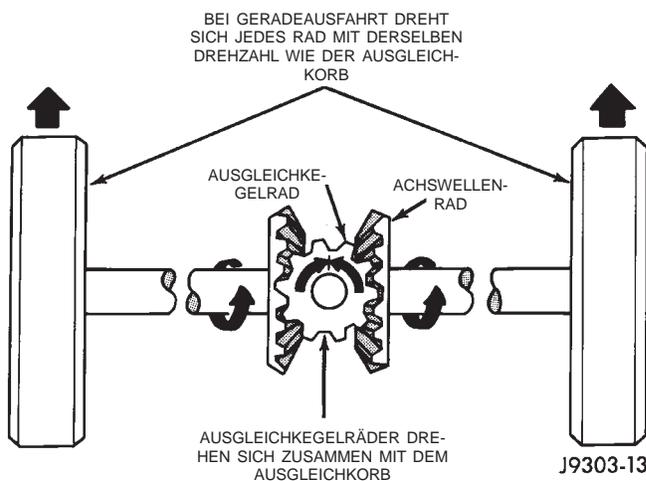

Abb. 2 Funktion des Differentials bei Geradeausfahrt
- Bei Geradeausfahrt drehen sich die Ausgleichkegelräder nicht um den Mittenbolzen, da das eingehende Drehmoment zu gleichen Teilen auf die beiden Achswellenräder übertragen wird. Als Ergebnis dieser Aufteilung drehen sich die Ausgleichkegelräder zusammen mit dem Mittenbolzen, aber nicht um ihn (Abb. 2).